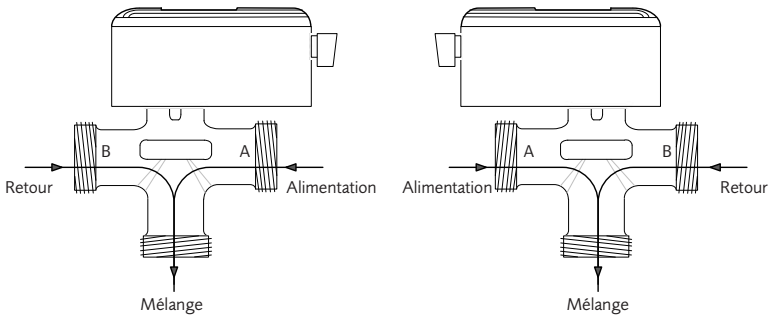

Figure 3 : Installations de la vanne thermostatique à trois voies
1. Le corps de la vanne peut être installé dans toutes les positions et orientations. Installez les connecteurs d'alimentation au-dessus du port d'alimentation afin d'assurer la bonne direction du débit (voir **Figure 3**).